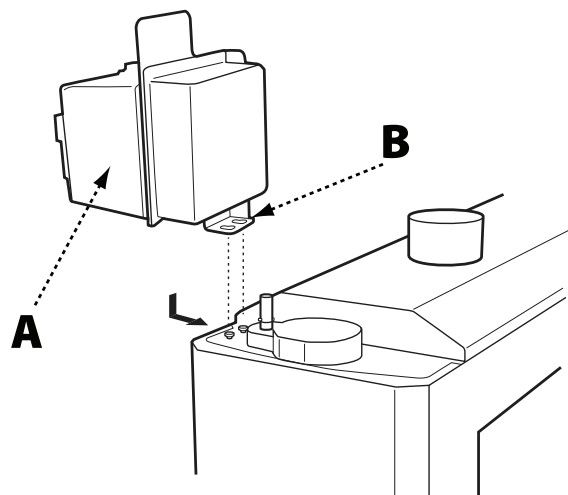

FIG. 2
1. Localisez les deux trous filetés en haut à droite de la machine comme le montre la figure 2.